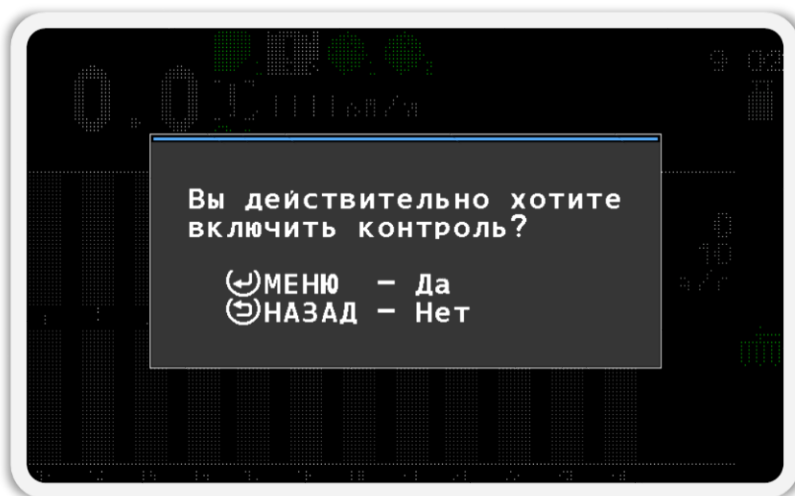

Рисунок 23 Окно запроса подтверждения
3. Включите контроль датчика. Для этого нажмите кнопку  «Плюс». В появившемся окне сообщения нажмите кнопку  «Меню» для подтверждения своих действий (см. Рисунок 23).